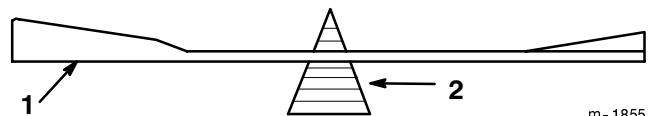

Figure 37
- Vérifiez l'équilibre de la lame en la plaçant sur un équilibrEUR (Fig. 37). Si la lame reste horizontale, elle est équilibrée et peut être utilisée. Si la lame est déséquilibrée, limez un peu le dos de la lame. Vérifiez de nouveau et répétez la procédure jusqu'à ce que la lame soit équilibrée.